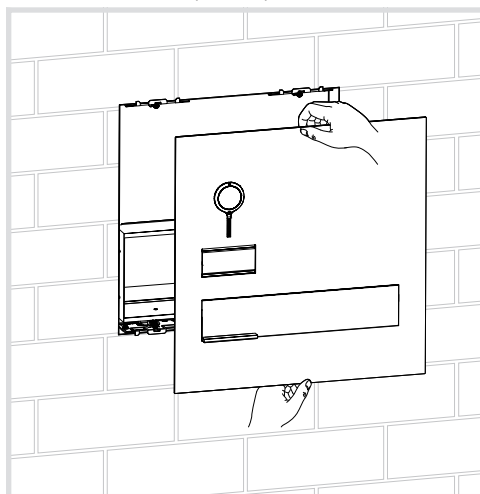

Bild 13: Briefkastenfront einsetzen
- Briefkastenfront einsetzen und andrücken, bis sie möglichst gleichzeitig oben und unten hörbar einrastet (Bild 13).